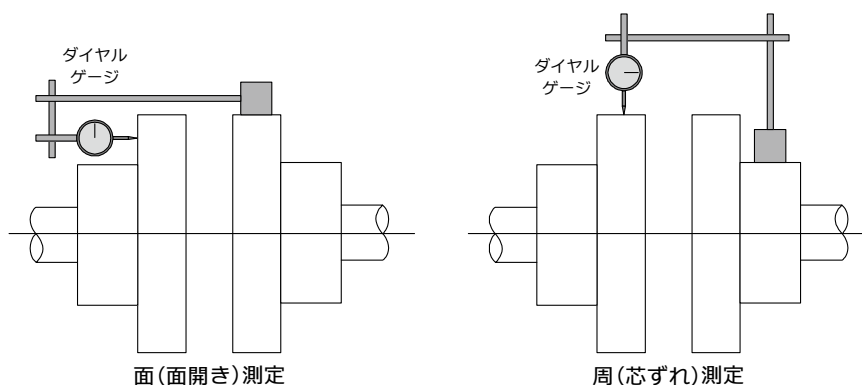

図 2.3-1 ダイヤルゲージによる芯出し
- (3) カップリングの面間寸法を外形図に記載されている寸法に従って、テーパゲージなどを用いて確認して下さい。
- (4) ダイヤルゲージなどを用いて芯出しを行って下さい(図 2.3-1)。カップリングの90°ごとの4点を測定し、それぞれの値が面・周とも5/100mm以下となるように調整して下さい。